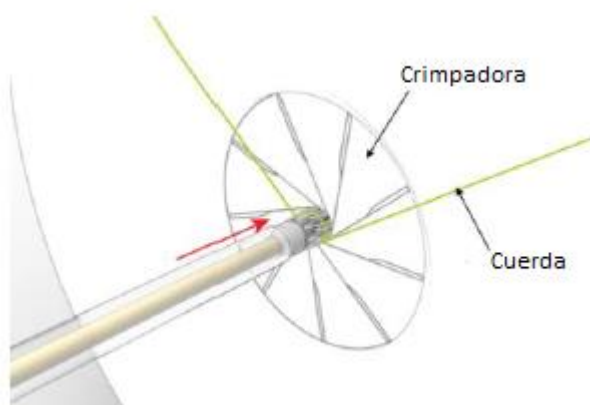

Figura 12. Enganche el extremo del alambre del TPV en el gancho y junte el extremo con la cuerda
5) Después de crimpar la TPV por el diámetro de la punta, cuelgue el extremo del alambre expuesto de la TPV (el alambre más largo en la parte acampanada) en el gancho, junte el extremo con la cuerda y coloque el extremo del alambre en la primera vaina exterior tirando de la vaina exterior (Figura 12). Empuje con cuidado la vaina exterior sobre el TPV, asegurándose de que los extremos del cable del TPV no queden atrapados en la vaina exterior a medida que avanza sobre el TPV.